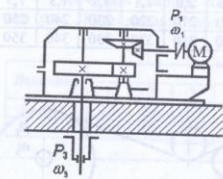

Рис. 42
5. Рассчитать цилиндрическую зубчатую передачу коническо-цилиндрического двухступенчатого редуктора (рис. 42). Мощность на ведущем валу редуктора P_1 , его угловая скорость ω_1 и угловая скорость ведомого вала ω_2 приведены в табл. 42. Сроком службы задаться.
6. По данным задачи 5 рассчитать ведущий вал редуктора (рис. 42) и подобрать для него по ГОСТ подшипники качения. Расстояниями между подшипниками и шестерней задаться. Ведущий вал редуктора соединяется с валом электродвигателей посредством упругой муфты. Привести рабочий эскиз вала. (см рис. 6).